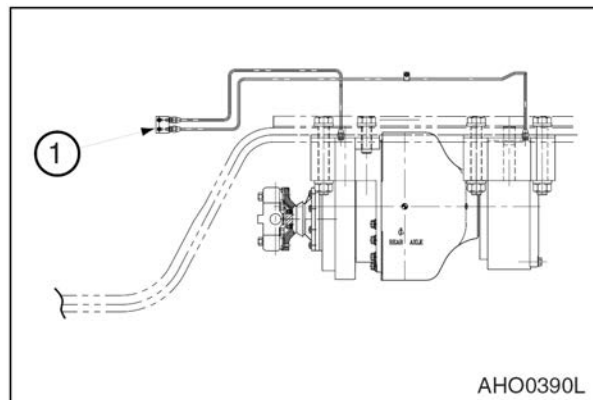

Рис. 40
- F: Смазать опоры качания моста (1, рис. 40), 2 точки на каждой стороне машины. Используйте масленки централизованной смазки, установленные на раме (рис. 40).